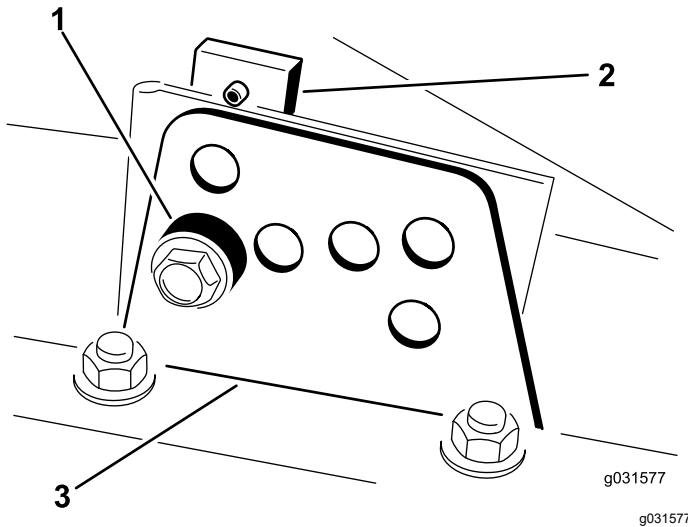

Figura 18
2. Slăbiți urubul care fixează fiecare consolă pentru înălțimea de tăiere la placa pentru înălțimea de tăiere (față de fiecare parte), așa cum este indicat în Figura 18.
4. În timp ce susțineți camera, îndepărtați distanțierul (Figura 18).